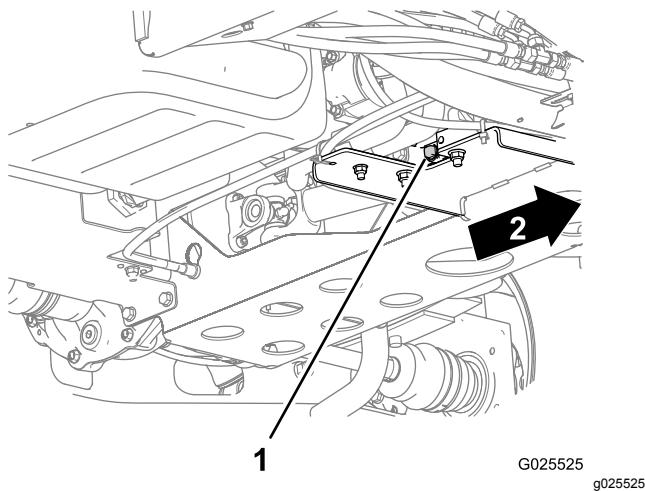

Figura 44
- Allineate una grande bacinella di spurgo sotto il tappo di spurgo dell'olio (Figura 44).
3. Togliete il tappo di spurgo e lasciate defluire l'olio in una bacinella (Figura 44).